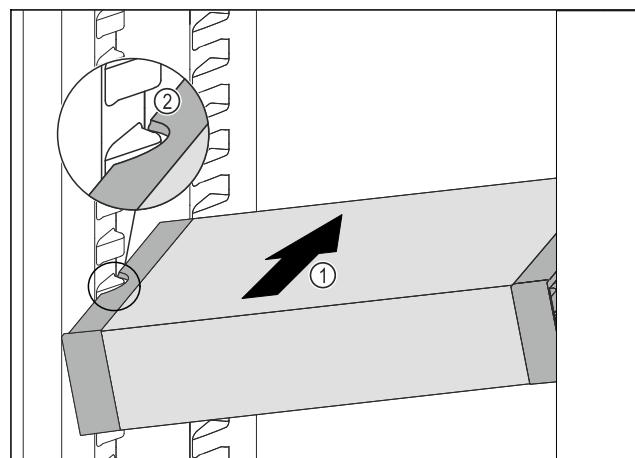

Fig. 99
- VarioSafe zasúvajte šikmo do chladničky Fig. 99 (1), kým sa bočné vybrania Fig. 99 (2) VarioSafe nebudú nachádzať vo výške rebra nádoby v chladničke.